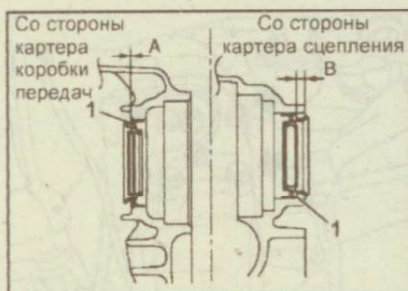

Рис. 9.9. Место измерения размеров (А и В) установки сальников дифференциала (1) на коробке передач RS5F70A
4. Специальной оправкой установите новый сальник в гнездо картера коробки передач (рис. 9.8). Смажьте рабочую кромку нового сальника трансмиссионным маслом. Установите сальники дифференциала так, чтобы размеры А и В находились в пределах от –0,5 мм до +0,5 мм (рис. 9.9, 9.10).